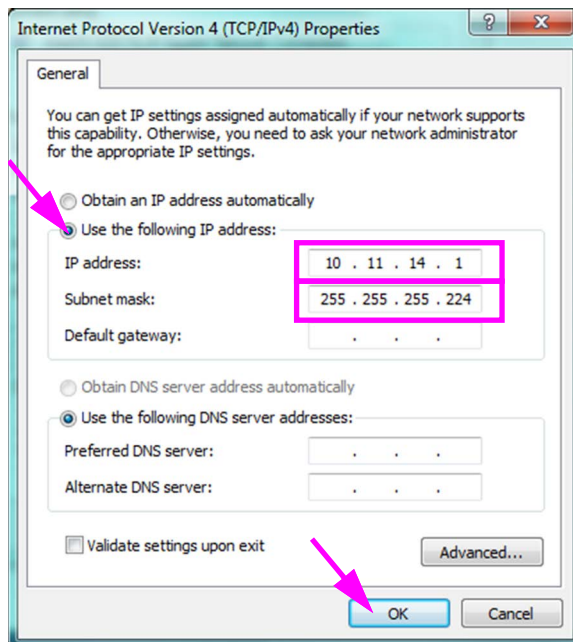

**Abbildung 2-41. Bildschirm „GeneXpert Connection Properties“
7. Wählen Sie **Properties (Eigenschaften)** aus dem Dropdown-Menü. Der in Abbildung 2-41 dargestellte Bildschirm wird angezeigt.